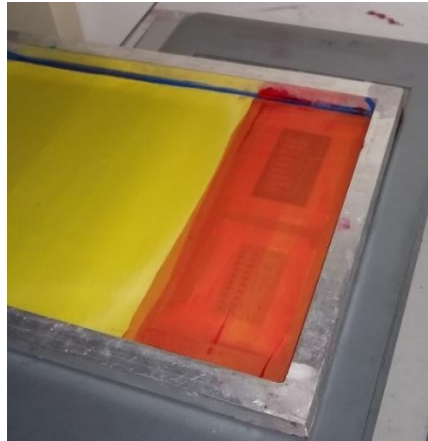

Figura 16. Ubicación del bastidor en la insoladora.
- Ubique el bastidor asegurándose que la capa de la mezcla fotosensible quede cubriendo todo el arte como se ve en la figura 16.